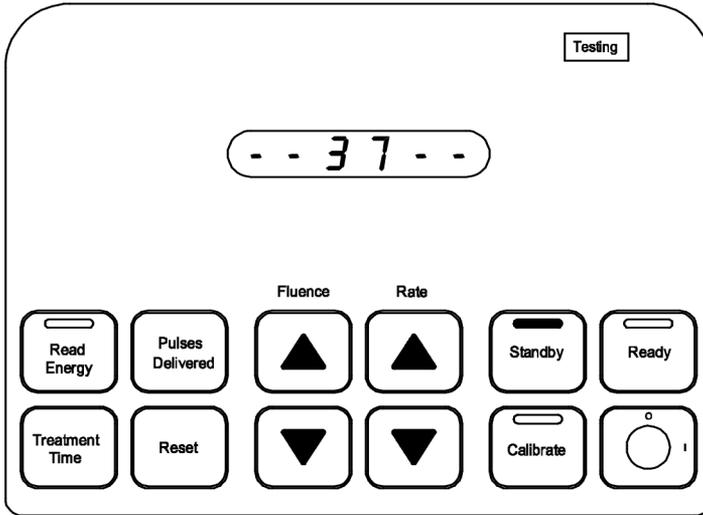

图2
3. 在灯检测结束时，Standby（待机）和 Testing（检测）亮起（图 2）。在灯检测之后将显示软件版本号。